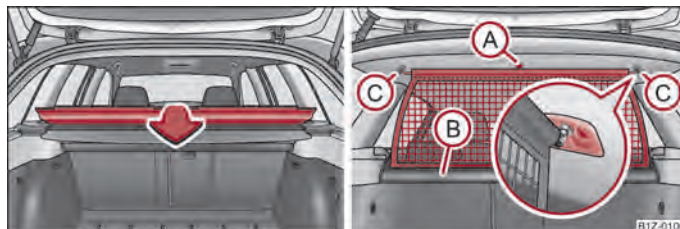

Fig. 63 Rabatarea capacului compartimentului de depozitare/Scoaterea peretelui despărțitor din plasă
- Rabatați capacul în spatele scaunelor din spate ⇒ fig. 63 - stânga.
- Trageți peretele din plasă de chinga (A) din carcasă (B) în direcția suporturilor (C).
- Introduceți bara transversală în locașurile (C) și apăsați bara în față.
- În același mod fixați bara pe partea cealaltă a autovehiculului, locașul (C).
- Rabatați capacul în spatele scaunelor din spate ⇒ fig. 63.
- Trageți bara în spate din suporturile din plafon, mai întâi pe o parte, apoi pe partea cealaltă, și scoateți-o din suporturi (C).
- **Susțineți** bara transversală astfel încât peretele să se poată rula încet și fără să se deterioreze, în carcasă (B).